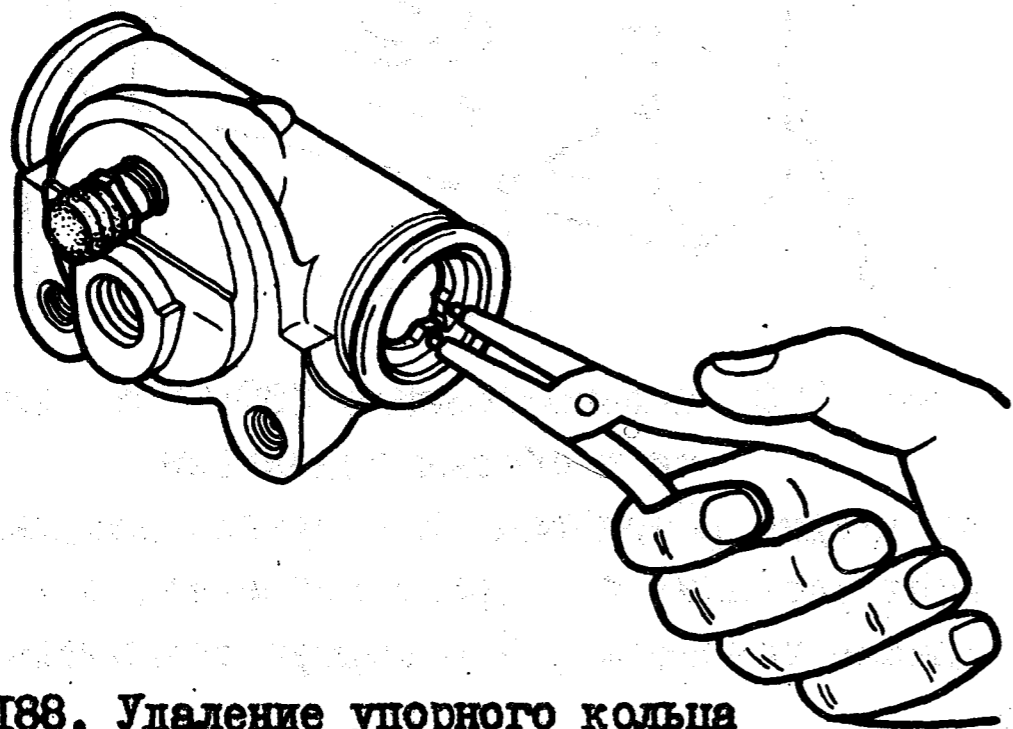

Рис. 188. Удаление упорного кольца
- пружинное упорное кольцо 9 без необходимости удалять не следует. Если по каким-либо причинам кольцо необходимо удалить, то для этого применяются специальные круглозубцы (рис. 188). Введя круглые губки инструмента в два специальные отверстия на кольце, сожмите круглозубцы и выньте кольцо из цилиндра;